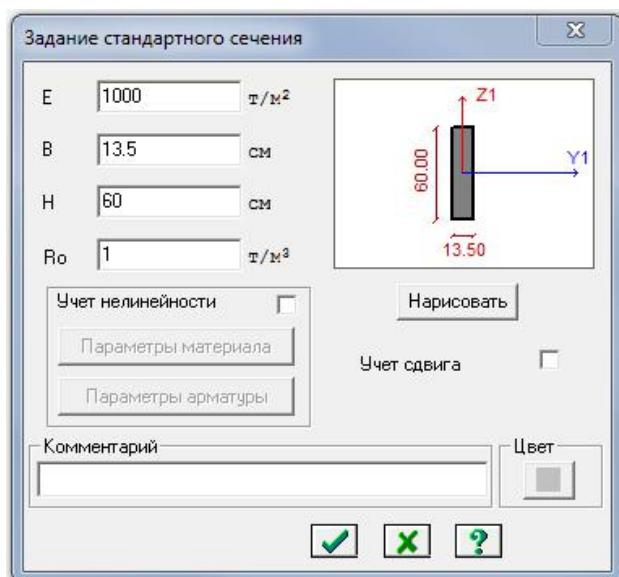

Рис. 3.11 Диалоговое окно Задание стандартного сечения
□ В этом окне щелкните по кнопке Добавить и в библиотеке жесткостных характеристик щелкните по первой закладке Стандартные типы сечений и дважды щелкните на эскизе Брус. В окне Задание стандартного сечения введите данные согласно рис. 3.11 и нажмите Нарисовать □ Подтвердить.